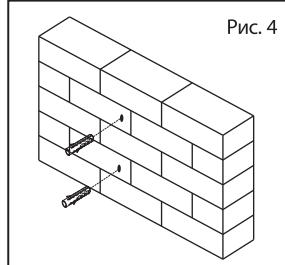

Рис. 4
- 4 Установите дюбели (B) в отверстия так, чтобы они вошли внутрь полностью (Рис. 4).